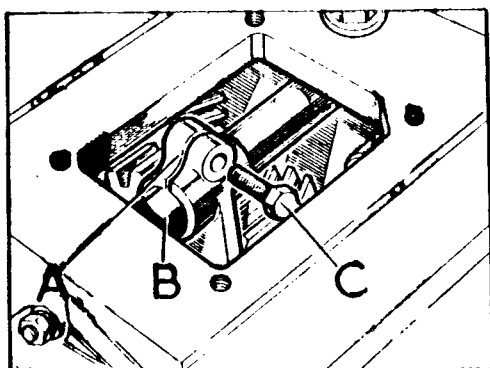

Fig. C-52 Conjunto de la horquilla selectora de la caja reductora
- 2.5. Completar el montaje siguiendo un orden inverso, asegurándose de que el tornillo fiador, C (Fig. C-52) encaja en la ranura de la barra corredera.